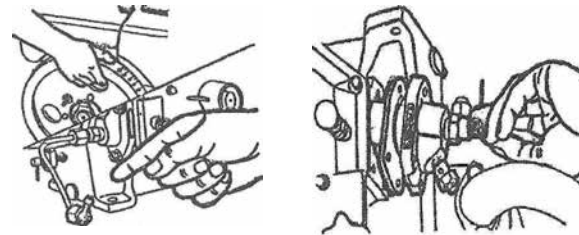

Рис. 13
20-24°C от верхней мертвой точки. В случае несовпадения требуется регулировка (Рис. 13).
2. Открутите три болта, фиксирующие впрыскивающий насос, и снимите насос. После этого отрегулируйте впрыск топлива, увеличив количество регулировочных шайб. Обычно, добавление или снятие одной регулировочной шайбы толщиной 0,1 мм приводит к опережению или задержке впрыска на 1° (Рис. 13).
Открутите гайку с верхней части инжектора и отрегулируйте давление, поворачивая и регулируя винт при помощи отвертки. При вкручивании винта давление понизится, и наоборот, давление повысится при выкручивании винта (Рис. 13).